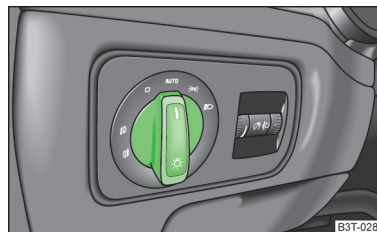

Fig. 33
Si le commutateur des feux se trouve dans la position **AUTO** » fig. 33, les feux de position et de croisement ainsi que l'éclairage de la plaque d'immatriculation s'allument ou s'éteignent automatiquement.
- ✓ Le commutateur des feux se trouve en position **AUTO** » fig. 33 à la page 51.